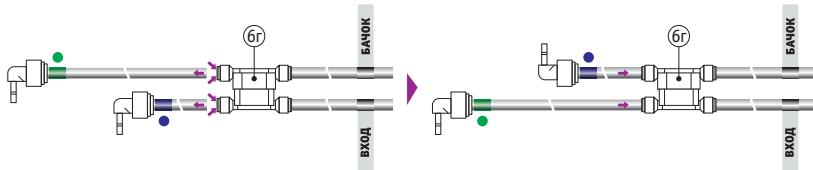

Рис. 5. Изменение направления трубок (часть 1)
- Извлечь (см. § 5.2) из переключателя потока (бг на Рис. 5) трубы, маркованные синим и зелёным кольцами, поменять их местами и вставить обратно в переключатель потока.